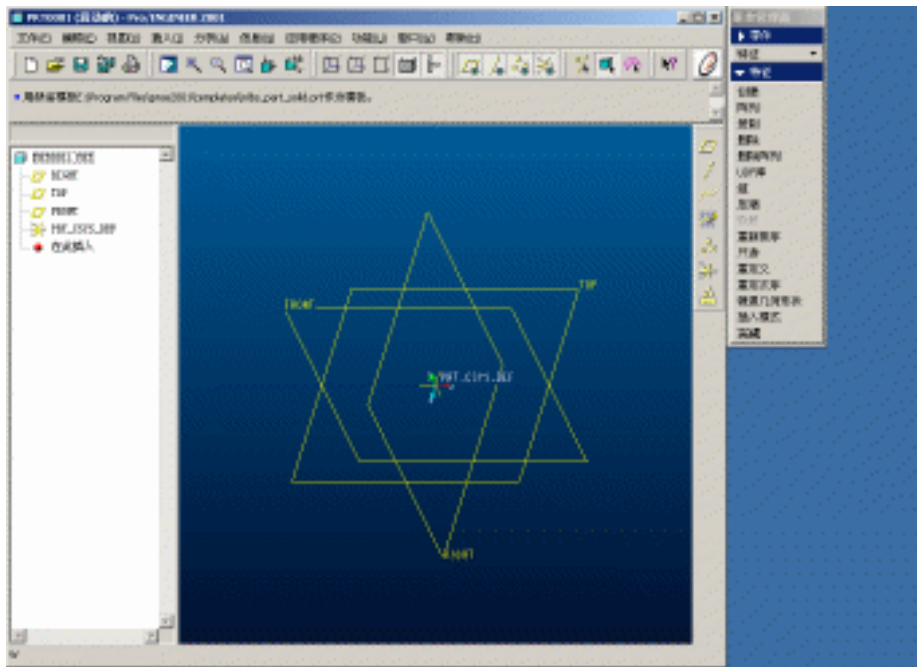

图1-4 中文界面
4. 继续安装 Pro/E，安装完成后重新启动，得到中文界面，如图 1-4 所示。